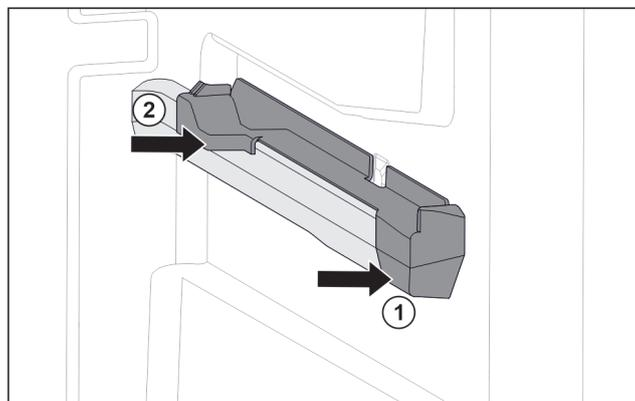

Fig. 85 Elemento inseribile sulla nervatura destra del contenitore
- Posizionare l'elemento inseribile sulla parte anteriore della nervatura del contenitore. Fig. 85 (1)
- Premere l'elemento inseribile sulla parte posteriore. Fig. 85 (2)